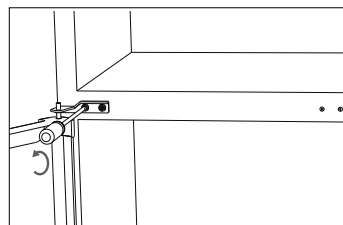
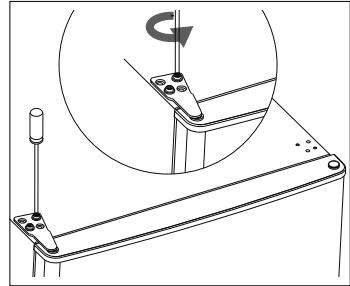

Abb. 13
Abb. 14
- ▶ Setzen Sie auf den oberen Scharnierzapfen eine und auf den unteren Scharnierzapfen zwei Unterlegscheibe. Setzen Sie den Scharnierzapfen des mittleren Scharniers in die obere Buchse der Kühlraumtür (5) und befestigen Sie das Scharnier mit den Halterungsschrauben und allen Unterlegscheiben (siehe **Abb. 13**).
- ▶ Ziehen Sie die Schrauben noch nicht ganz fest, um die Kühlraumtür (5) noch ausrichten zu können. Erst wenn ein gleichmäßiges Schließen der Kühlraumtür (5) möglich ist, ziehen Sie die Schrauben fest an.
- ▶ Setzen Sie die Gefrierraumtür (2) auf das mittlere Scharnier (12).
- ▶ Setzen Sie anschließend bei geschlossener Gefrierraumtür (2) das obere Scharnier (1) wieder auf und schrauben Sie es fest (siehe **Abb. 14**). Verwenden Sie, falls erforderlich, einen Schraubenschlüssel, um die Schraube anzuziehen.